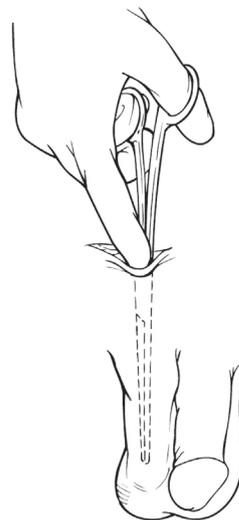

Figura 4-10. Cree una bolsa
18. Realice una disección roma para crear una bolsa subdartos dependiente en el escroto. **(Figura 4-10)**